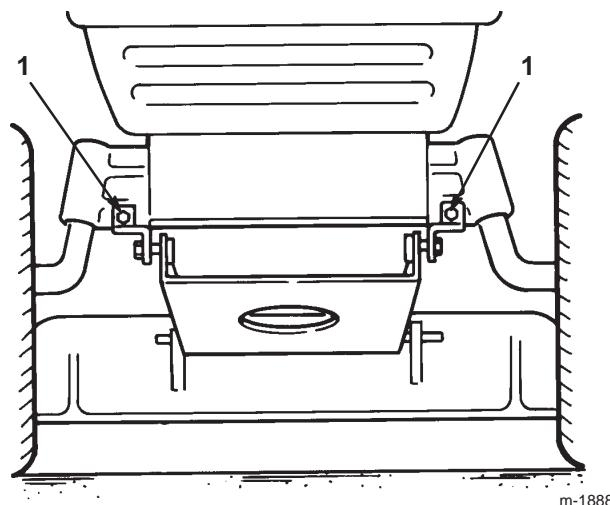

Figure 34
- 14.** Déposez les 2 supports de pivot du plateau de coupe de l'essieu avant (Fig. 34).